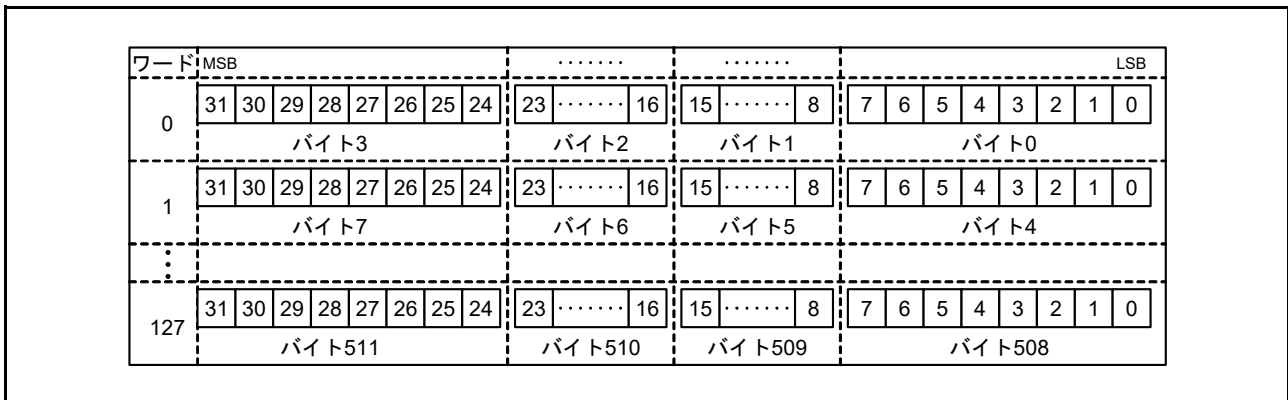

図 36.5 SD\_BUF データ格納
3. SD\_BUF に格納されたデータが SD\_BUF0 レジスタから読み出される (図 36.5 を参照)。